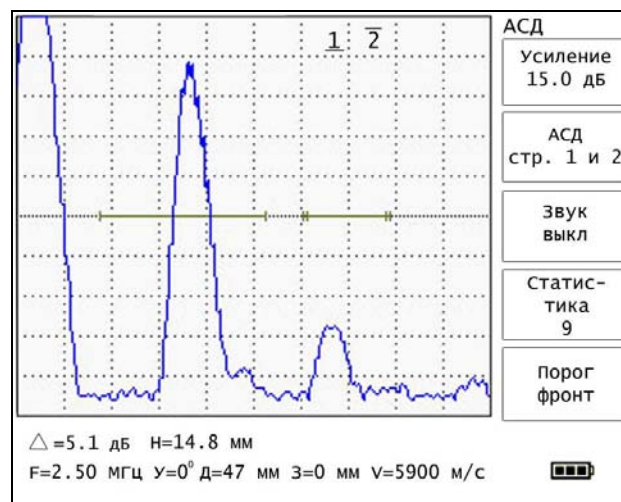

Рис. 5.19.
5.5.13. Меню «АСД» содержит следующие параметры (рис. 5.19).